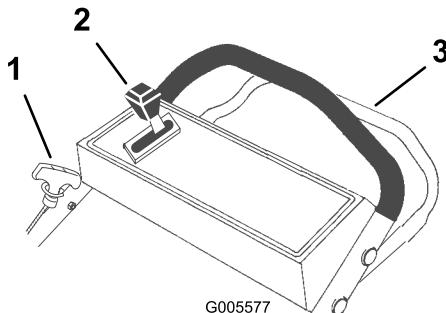

Figura 10
I comandi sono situati sulla stegola superiore, come illustrato nella Figura 10.
4. Tenete la barra di comando contro la stegola superiore (Figura 10).